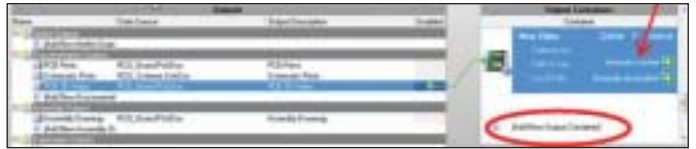

Рис. 104. Добавление в файл выходной документации
5. Щелкните напротив документа *PCB 3D Video* на маркере в столбце *Enabled*. Маркер станет зеленым, появится стрелка (рис. 104).